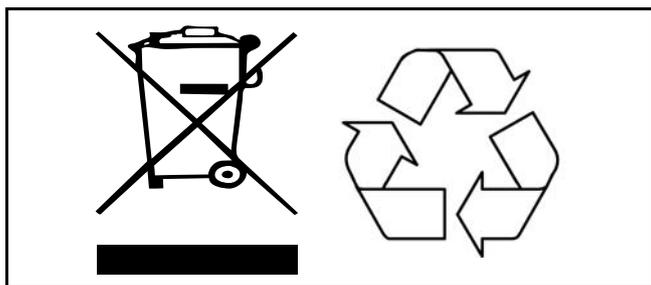

図2
- バッテリーのリサイクルと廃棄に関しては、WEEE 指令（廃電気電気機器）の規定ならびに現地の地方条例に従ってください。規定や法令を遵守しない場合は、バッテリーの爆発、漏出および怪我を引き起こすことがあります。バッテリーを返送する場合は、その端子を接着テープで絶縁してください。さもなければ、その使用されたバッテリー内部の残留電気により、火災や爆発を生じることがあります。下の図2は、廃棄記号とリサイクル記号を示します。